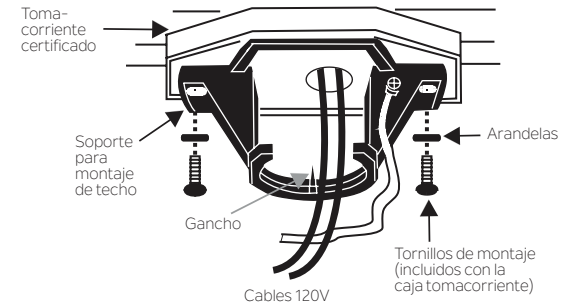

Fig. 6
Paso 3. Pase los cables de alimentación de 120 voltios del techo hacia la caja tomacorriente a través del centro del soporte para montaje de techo. (Fig.6)
Paso 4. Sujete el soporte para montaje de techo a la caja tomacorriente usando los tornillos y arandelas incluidos con la caja tomacorriente. (Fig. 6)